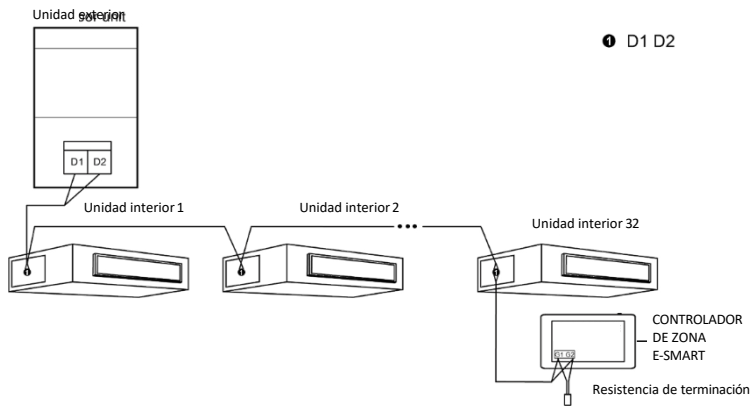

Fig. 3.4 Controlador centralizado conectado a la red de UI
- 2 Si el controlador centralizado debe conectarse a la red de unidades interiores, realice las conexiones según la fig. 3.4. El controlador se puede conectar a cualquier unidad interior en serie, es decir, conectando los puertos G1 y G2 del controlador a los puertos D1 y D2 con los cables de comunicación. Cuando el controlador se conecta a la unidad terminal de la red de UI, debe añadirse una resistencia adecuada a los cables de comunicación de los puertos G1 y G2.